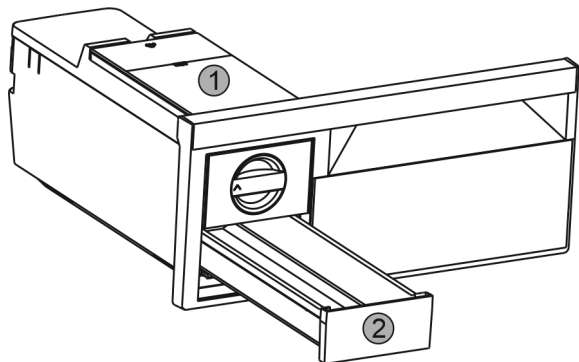

Fig. 69
- ▶ Vyjměte nádržku na vodu Fig. 69 (1) a zásuvku na kostky ledu Fig. 69 (2).